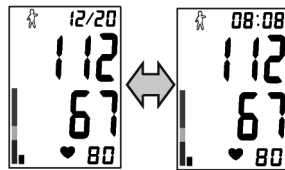

Fig. 13
5. "M1" oder "M2" drücken, um den gemessenen Wert im entsprechenden Speicherplatz zu sichern. Zum Beispiel: Durch Betätigen der "M2"-Taste erscheinen auf dem Display die wie auf Abb. 13 angegebenen Anzeigen. Wenn die Taste nicht gedrückt wird, geht der gemessene Wert verloren.